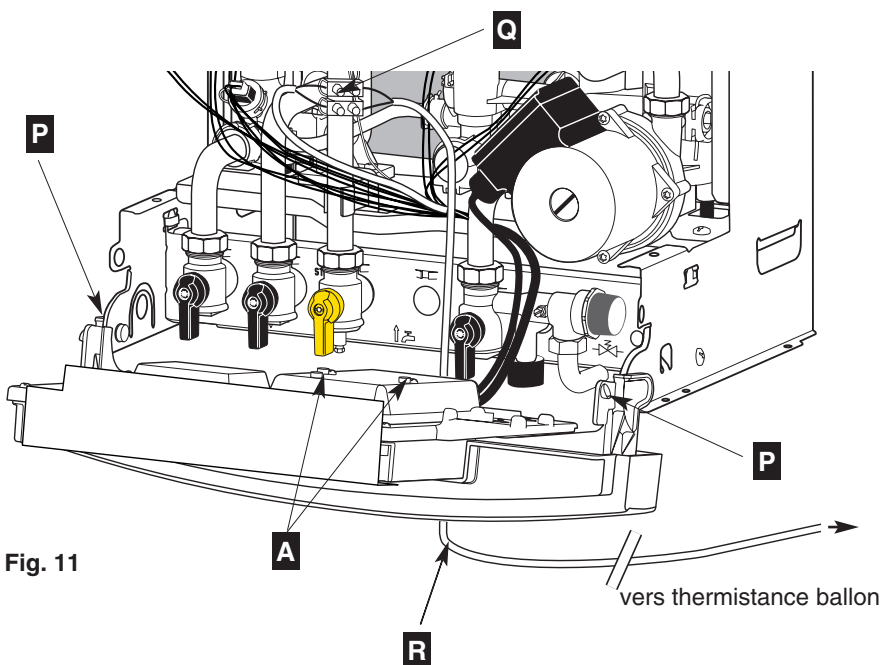

Fig. 11
- dévisser les deux vis **A** (fig. 11) de fixation du capot de protection, ôter le capot.
- Raccorder le câble **R** de la thermistance du ballon sur le domino **Q** fixé sur le tube gaz (fig. 11).